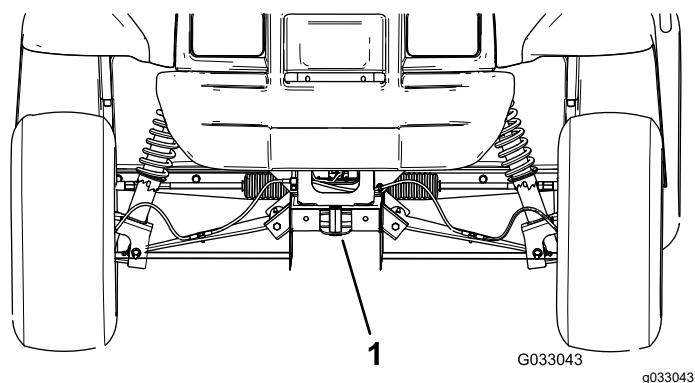
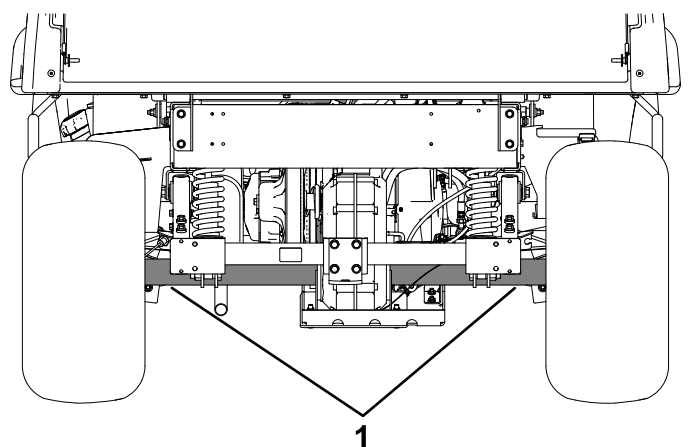

図 18
図 19
ロープがけポイントについては 図 18 と 図 19 を参照してください。
2. 機体前部にある牽引トンクにロープなどの牽引索を取り付ける 図 18。